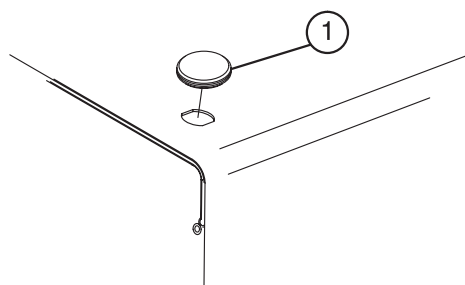

図 2
1. フードの左前上部についているプラグを取り除きます (図 2)。